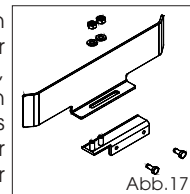

Abb. 17
- 1) Die beiden geformten Feinbleche auf den beiden U-förmigen Haltern mit den Unterlegscheiben und Muttern aus dem Lieferumfang montieren und befestigen, wie in Abb. 17 gezeigt.